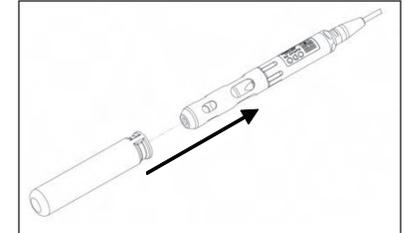

Abbildung 5
5. Schieben Sie die Kalibrier-/Aufbewahrungshülse über den Messfühlerschutz, um den Messfühler zur Aufbewahrung oder Kalibrierung in einer feuchten Atmosphäre zu halten (Abbildung 5). Es ist wichtig, den Sensor immer in einer feuchten Umgebung zu halten, damit die Sensorkappe nicht austrocknet (weitere Informationen entnehmen Sie bitte dem Abschnitt „Pflege, Wartung und Aufbewahrung“).